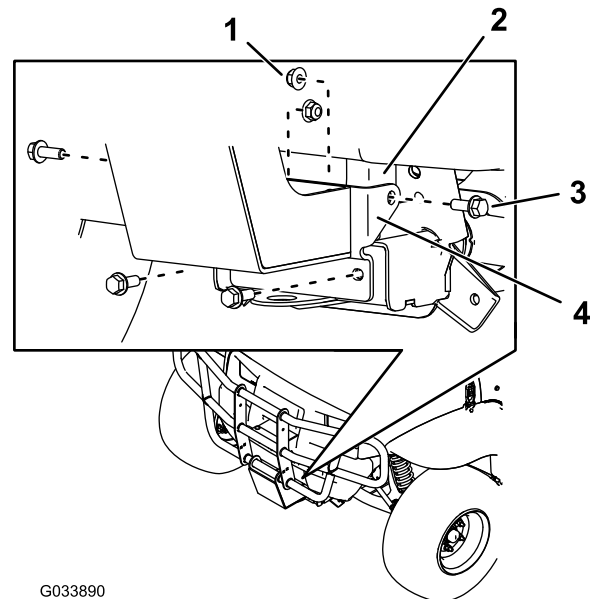
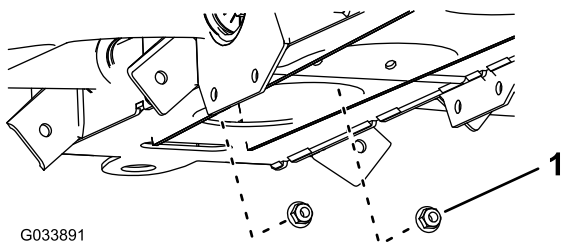

Figure 8
Figure 9
6. Fixez le support inférieur du pare-broussaille sur le support du pare-chocs à l'aide de 4 boulons (3/8 x 1 po) et 4 écrous (3/8 po), comme montré à la Figure 8 et la Figure 9.